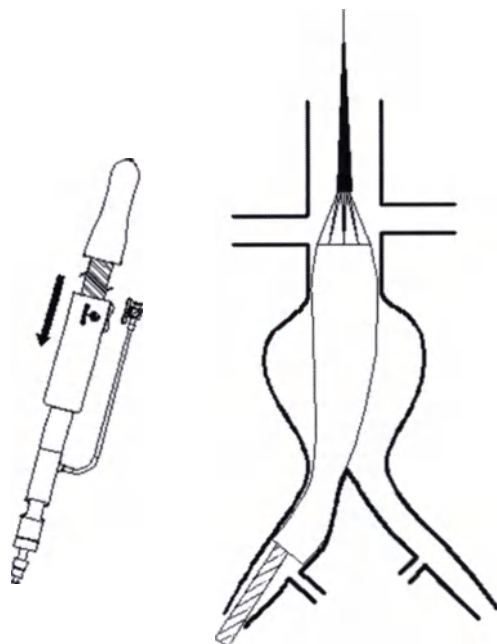

Рис. 6. Удаление внешнего интродьюсера
- Быстро установите стент-графт. Удерживайте систему доставки неподвижно за передний захват, затем разомкните спусковой механизм и протяните скользящий захват по винтовому механизму для полного высвобождения стент-графта. (рис.6)